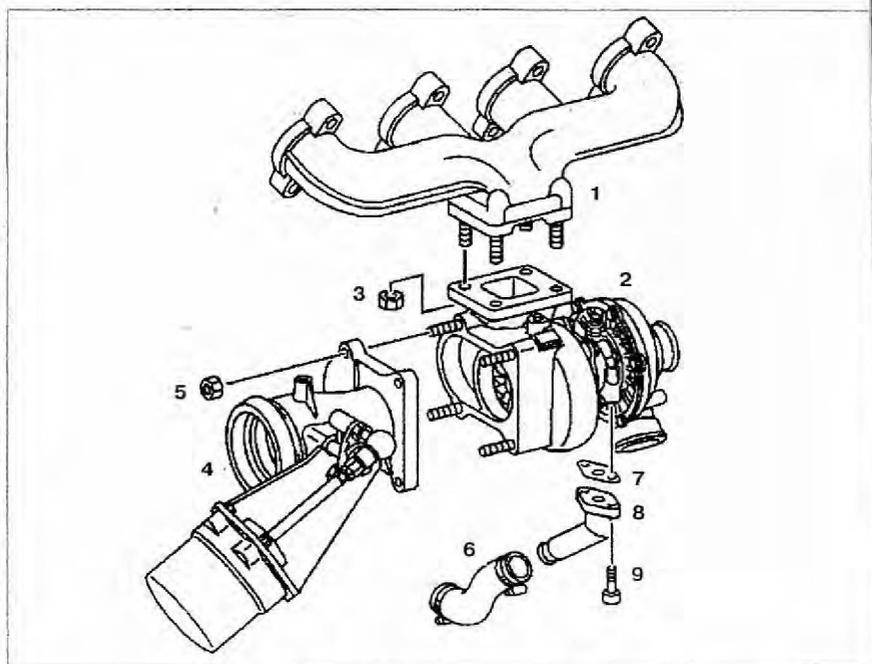

Рис. 3.31. Турбокомпрессор:
1. Снимите выпускной коллектор **1** вместе с турбонаддувом **2** (рис. 3.31).